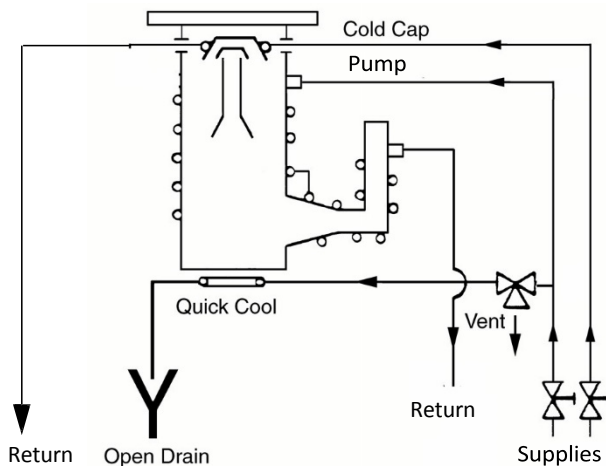

Abbildung 12 HS-32/NHS-35-Kühlwasseranschlüsse
- 1 Schließen Sie alle Körper- und Vorlaufkühlungen in Reihe an, mit Ausnahme der Quick Cool-Schlange. Schließen Sie die Cold Cap-Kühlschlange separat an (Abbildung 12). Die Durchflussmenge des Kühlwassers ist in Tabelle 4 angegeben. Höhere Durchflussmengen schaden der Pumpe nicht.